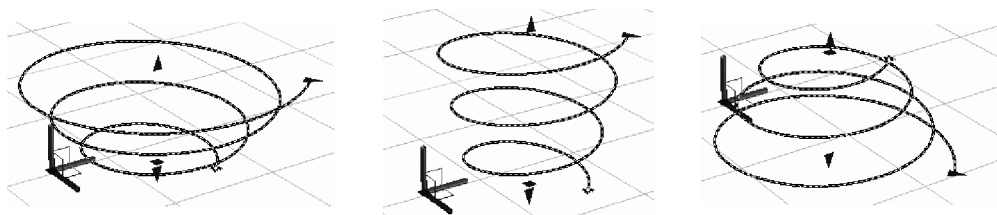

Fig. 9.19 Modificarea elicei
■ Modificarea elicei – Fig. 9.19.